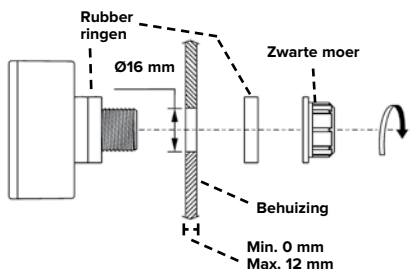

Fig. 1
- Plaats de buitenring en draai de zwarte moer op de schacht (fig 1). Eventueel kan er een beetje vaseline worden gebruikt om het aandraaien soepeler te maken.